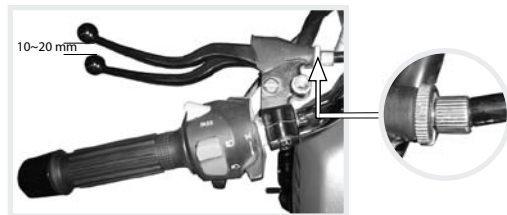

Imagen 7. Ajuste de la palanca del embrague.
1. Ubicar la tuerca y el tornillo templador de ajuste de la palanca del embrague. Ver imagen 7.
3. Girar la tuerca a la izquierda para reducir la carrera libre y a la derecha para aumentarla. La carrera libre del extremo de la palanca del embrague debe estar entre los 10~20 mm. Ver imagen 7.